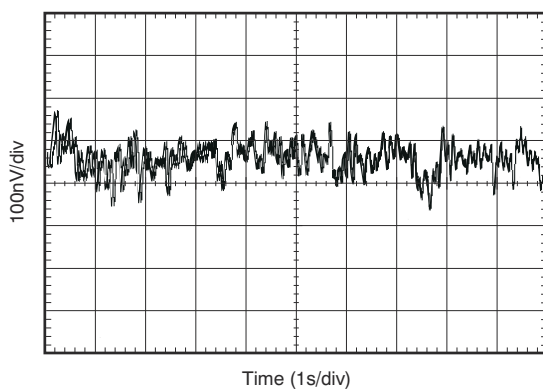

图 6-9. 0.1-Hz to 10-Hz Noise
0.1-Hz to 10-Hz Noise	Figure 6-9